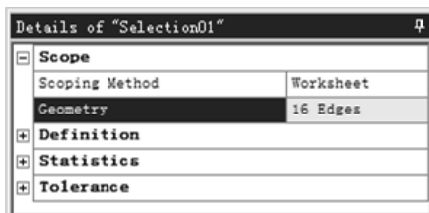

图 9.5.13 “Details of ‘ Selection01 ’”对话框
(3) 在对话框中输入名称 Selection01，选中 **Apply geometry items of same:** 单选项和 ☒ **Size** 复选框，单击 **OK** 按钮。在“Outline”窗口中单击 **Selection01** 节点，弹出图 9.5.13 所示的“Details of ‘Selection01’”对话框，同时系统切换到 Worksheet 窗口，采用系统默认参数设置，单击 **Generate** 按钮。